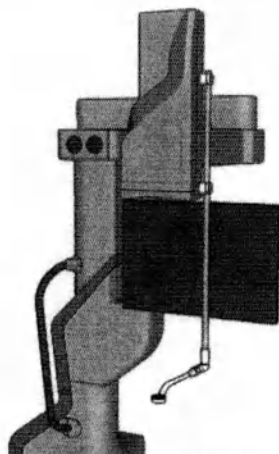

Рисунок 9 – Система линзы в рабочем положении
11. При необходимости проведения манипуляций на заднем отрезке глаза установить систему линзы, до начала операции (рисунок 9). Для этого необходимо присоединить кронштейн системы линзы к оптическому модулю, установить линзу в держатель, и далее держатель установить в посадочный блок.